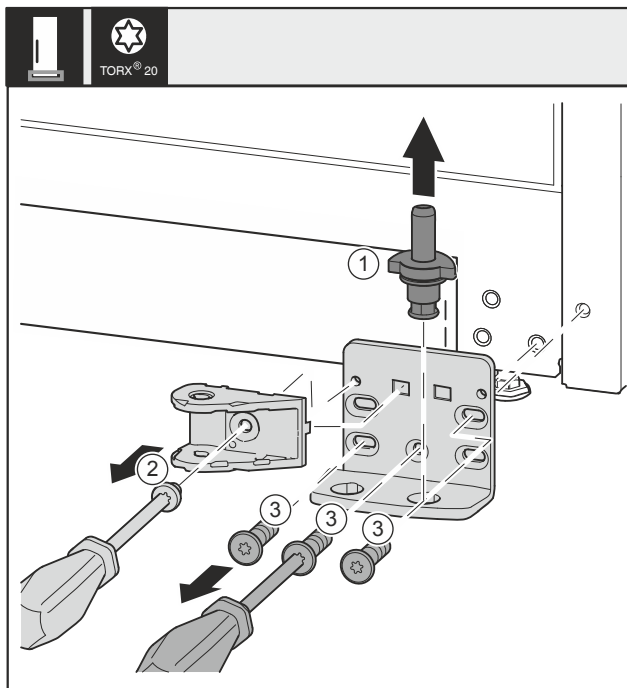

Fig. 32 *
- Extraiga el perno del cojinete Fig. 32 (1) por completo hacia arriba.*
- Desatornille el tornillo Fig. 32 (2) con un destornillador y retire la conexión del amortiguador de cierre.*
- Desatornille los tornillos Fig. 32 (3) con un destornillador y retire el soporte del cojinete.*